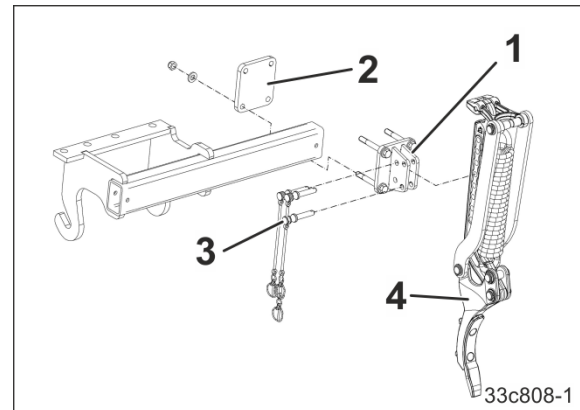

Рис. 78
1. Привинтите держатель следорыхлителя (Рис. 78/1) с зажимной пластиной (Рис. 78/2) к навесной раме.
2. Закрепите следорыхлитель (Рис. 78/4) в крайнем верхнем положении с помощью пальца (Рис. 78/3) и зафиксируйте палец пружинным фиксатором.